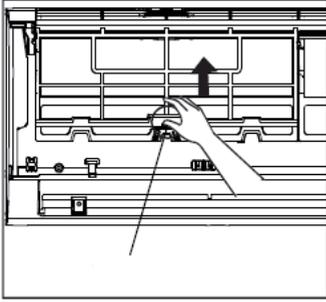
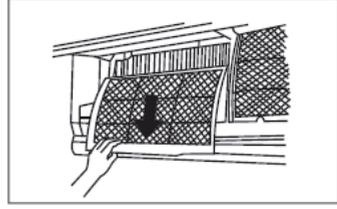

fig. 15 -
fig. 16 -
3. Filtreleri, kilitlelerinden çıkana kadar orta tırnaklarından yukarı doğru itiniz ve aşağı doğru çekerek çıkartınız ("fig. 15 -" ve "fig. 16 -")